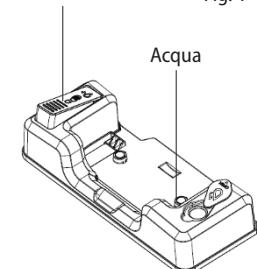

Fig. 2
- Prima di procedere all'uso togliere il tappo del contenitore e riempirlo con l'acqua distillata (Fig. 2).
- Bagnare il mocio (17) premendo ripetutamente la pompa acqua sul contenitore per l'acqua. Per maggiore efficacia della pulizia il mocio va inumidito prima dell'uso.